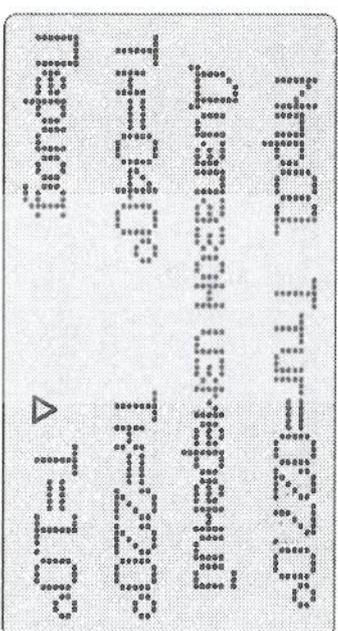

Рис. 6. Окно параметров №1.
- Первое окно показано на рис. 6.